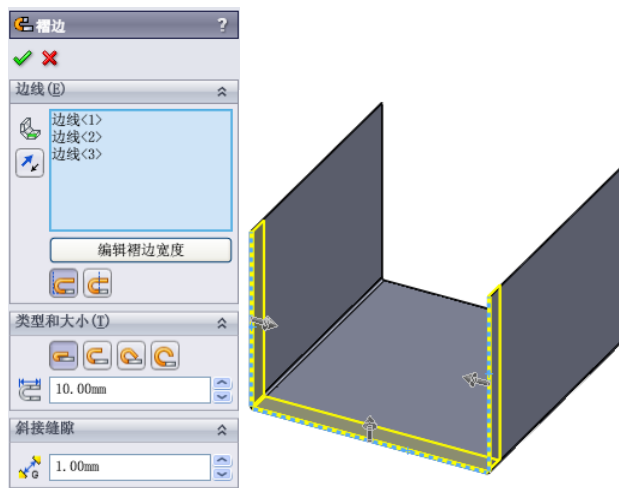

图 10-147 生成“褶边”特征操作
(4) 生成“褶边”特征。单击“钣金”工具栏中的 (褶边) 按钮, 或选择“插入”→“钣金”→“褶边”菜单命令, 在属性管理器中单击 (材料在内) 按钮, 在“类型 and 大小”栏中单击 (闭环) 按钮, 其他设置如图 10-147 所示。单击鼠标拾取如图 10-147 所示的三条边线, 生成“褶边”特征, 最后, 单击 (确定) 按钮。